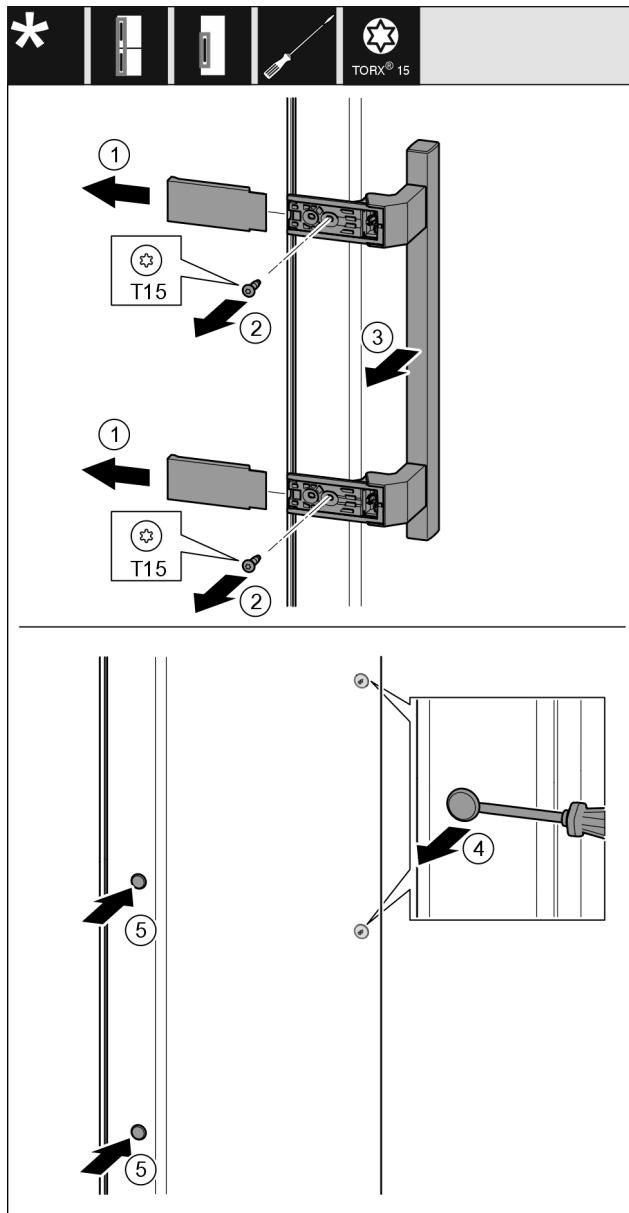

Fig. 19
- Abdeckung Fig. 19 (1) abziehen.
- Schrauben Fig. 19 (2) mit Schraubendreher herausdrehen.
- Griff Fig. 19 (3) abnehmen.
- Seitlichen Stopfen Fig. 19 (4) vorsichtig mit einem Schlitzschraubendreher anheben und herausziehen.
- Stopfen Fig. 19 (5) auf der anderen Seite wieder einsetzen.